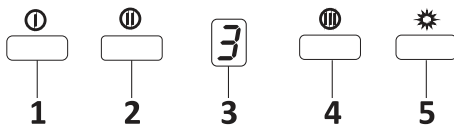

Figure 18: 3 velocidades interruptor
1. Pressione este botão para reiniciar o seu produto. Ao pressionar este botão, o produto irá funcionar no primeiro nível de velocidade. (Fig.18).
2. Ao pressionar este botão, o produto irá funcionar no segundo nível de velocidade. (Fig.18).
4. Ao pressionar este botão, o produto irá funcionar no terceiro nível de velocidade. (Fig.18).
5. Pressione este botão para ligar e desligar a lâmpada. Fig.18.
6. Todas as funções ativas que funcionaram antes de ativar a função "cronómetro" serão desativadas após 15 minutos. Todas as funções ativas executadas depois de ativar a função do cronómetro serão reactivadas após 15 minutos. Figure 18
①